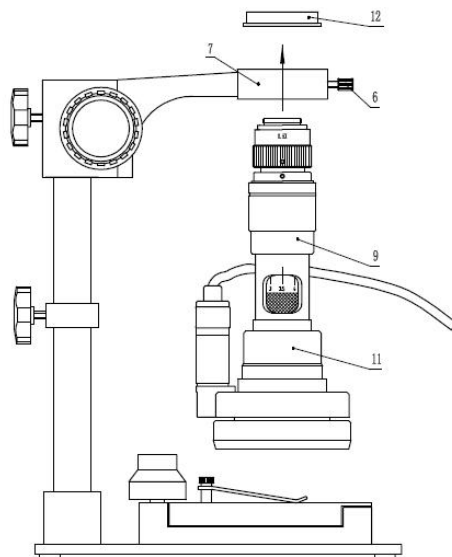

图 2
仪器的安装请看图 1、图 2
a. 物镜主体与支架连接（图 2）